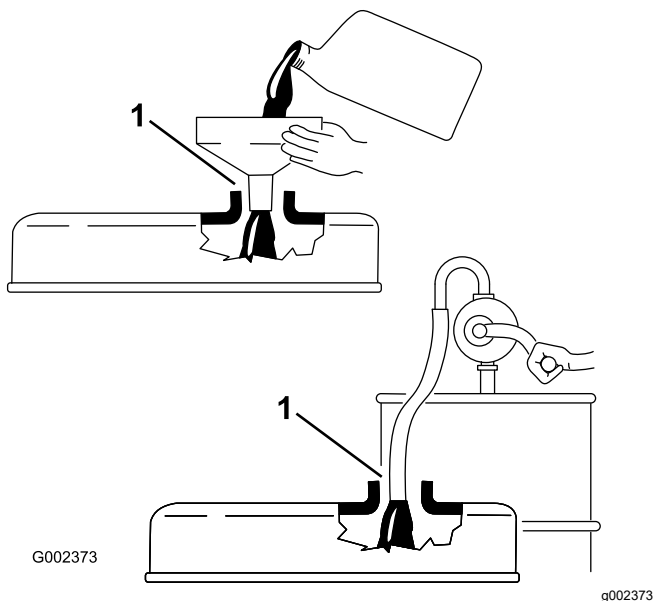

Figura 17
**Importante:** Ao adicionar óleo ou ao proceder ao enchimento, tem de existir uma folga entre o dispositivo de enchimento e o orifício da tampa de válvulas como indicado na Figura 17. Esta folga é necessária para permitir a ventilação durante o enchimento, o que evita que o óleo passe para o respiro.